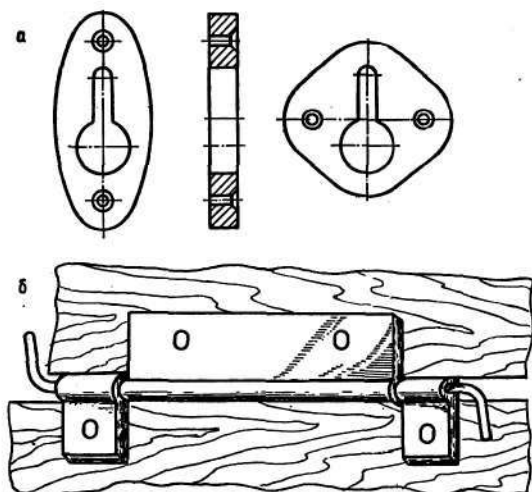

Рис. 23. Фурнитура для деревянных художественных изделий:
**Навесные петли.** Для настенных изделий прикладного искусства и предметов домашнего обихода можно использовать покупные петли, которые обычно штампуют из мягкой стали и не покрывают антикоррозийным слоем. Они предназначены для крепления шурупами с выпуском петли за пределы изделия. Такие петли на изделиях прикладного искусства выглядят грубо. Но их можно врезать в настенную плоскость изделия. Однако покупные петли непрочные и изделие может упасть, если его случайно задеть. Поэтому для изделий декоративно-прикладного искусства лучше изготовить петли из листового металла, не поддающегося коррозии: нержавеющей стали, латуни и др. (рис. 23, а).
помощью скрытой пружины при нажатии на кнопку запорного устройства. Схема такой шарнирной петли со скрытой пружиной показана на рис. 23, б. Она состоит из трех петель (двух крайних 2 и одной средней 1), соединенных осью — торсионной пружиной 3, работающей на скручивание. Петли изготавливают из латунной жести толщиной 0,5—0,7 мм. Размер шарнирной петли выбирают по месту врезания в шкатулку так, чтобы боковые петли можно было врезать в стенку шкатулки, не нарушая ее прочности. Для большей износоустойчивости крышки крайние петли должны быть расположены друг от друга возможно дальше.